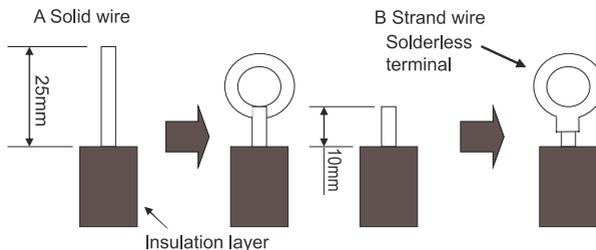

Fig.39
(1) Para conexiones de núcleo sólidas (Fig 39)
(2.) Para alambres (Fig. 39)